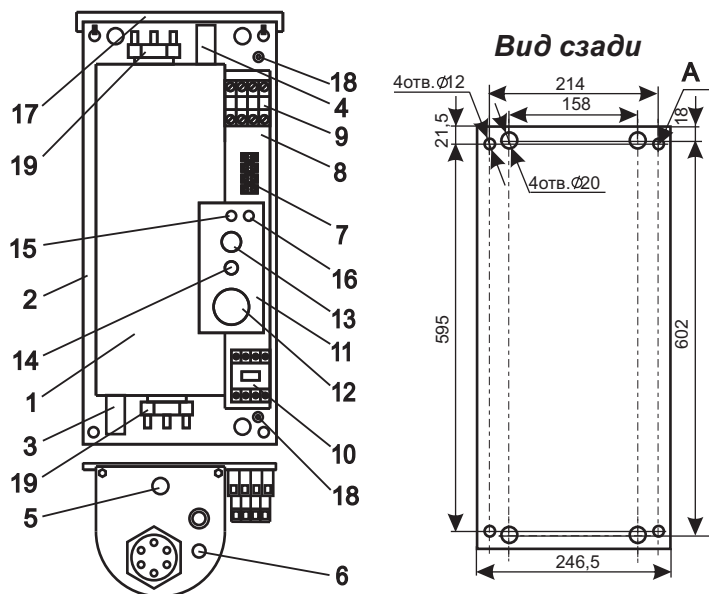

Рисунок 1 (кожух не показан):
4.1 Приборы ЭВАН-С1 -3; -4; -5; -6; -7,5; -9; -12; -15; -18; -21; -24; -30 в соответствии с рис. 1 состоят из следующих основных частей:
- котла (1) с входным (3) и выходным (4) патрубками G 1¹/₄ датчиком терморегулятора (6), аварийным самовозвратным термовыключателем (5), отключающим прибор при 92° С, и блоками трубчатых электронагревателей (ТЭН) (19);
- панели (2) с зажимом заземления (18) для подключения защитного проводника РЕ;
- кронштейна (8) с размещенными на нем зажимом клеммным (7) для подключения циркуляционного насоса и датчи-ка температуры воздуха, пускателем (10), элементами управления и сигнализации расположенными на панели управления (11);
- сигнальной лампы «НАГРЕВ» (14);